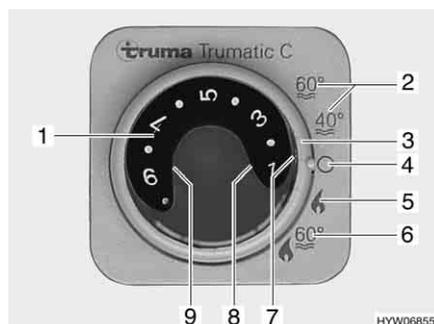

Fig. 39 Centralina di controllo per riscaldamento/boiler
- Impostare la modalità di funzionamento tramite l'interruttore girevole (Fig. 39,3):
- Funzionamento estivo (solo boiler) "40 °C" o "60 °C" (Fig. 39,2)
- Funzionamento invernale "Riscaldamento senza boiler" (Fig. 39,5)
- Funzionamento invernale "Riscaldamento e boiler" (Fig. 39,6)
- Spento (Fig. 39,4)
A seconda della temperatura ambiente desiderata, il riscaldamento seleziona automaticamente il livello del bruciatore necessario. Al raggiungimento della temperatura ambiente desiderata, il bruciatore si spegne. La temperatura ambiente viene misurata con il sensore per la temperatura, accanto al pannello di controllo. Durante la modalità di funzionamento "Riscaldamento e boiler" (Fig. 39,6) è riscaldata anche l'acqua nel boiler. Nella modalità di funzionamento "Riscaldamento senza boiler" (Fig. 39,5) è possibile far funzionare il riscaldamento con il boiler vuoto.
- Impostare la manopola della temperatura (Fig. 39,1) sulla centralina di controllo scegliendo la temperatura desiderata.
- Posizionare l'interruttore girevole (Fig. 39,3) su funzionamento invernale "Riscaldamento senza boiler" o "Riscaldamento e boiler".
Si accende la luce spia verde (Fig. 39,7).
- Posizionare l'interruttore girevole (Fig. 39,3) su "Spento" (Fig. 39,4).
L'alimentazione di tensione per il riscaldamento/boiler e la valvola di sicurezza/di scarico non può essere interrotta dall'interruttore principale a 12 V. In caso di guasto si accende la luce spia rossa (Fig. 39,8) sulla centralina di controllo per il riscaldamento/boiler Trumatic C (vedi capitolo 14).